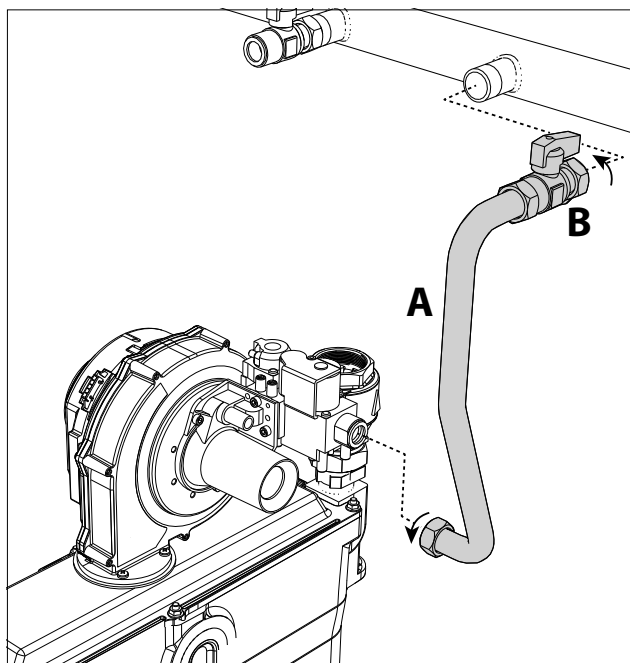

fig. 80
5. Allentare i girelli e disconnettere il tubo gas "A" insieme al rubinetto "B" (fig. 80).